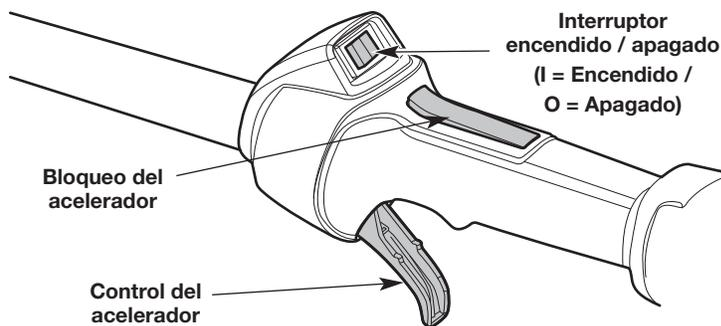

Fig. 18
NOTA: No hay necesidad de encender la unidad. El interruptor de Encendido/Apagado debe estar en la posición **Encendido (I)** en todo momento (Fig. 18).
6. Oprima y mantenga el bloqueo de acelerador. Apriete y mantenga apretado el control del acelerador. (Fig. 18). Tire de la cuerda de arranque con un movimiento controlado y firme **5 veces** (Fig. 20).
2. Oprima y no suelte el interruptor de control de Encendido y Apagado en la posición **Apagado (O)** hasta que el motor se detenga por completo (Fig. 18).